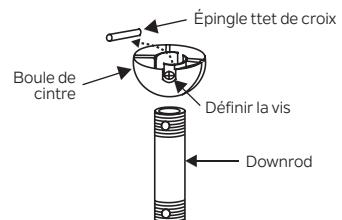

Fig. 7
Étape 5. Retirez la boule de cintre de l'assemblage de la tige descendante en desserrant la vis de jeu, en dévissant et en enlevant la goupille transversale et en déviant la balle de la tige. (Fig. 7)